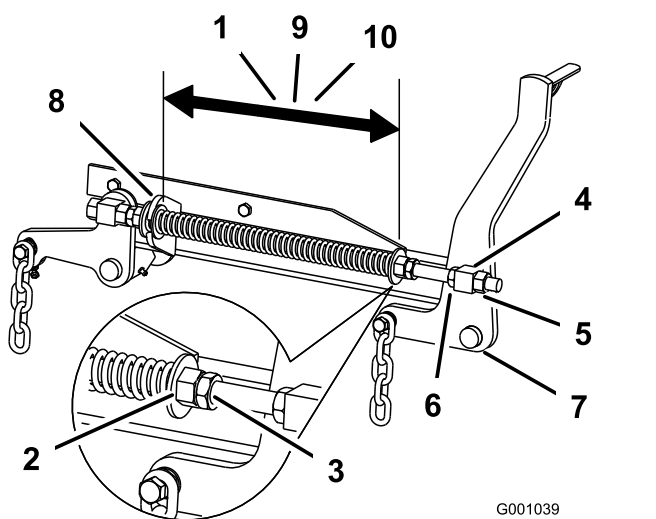

Figure 85
- Vérifiez que les deux grandes rondelles sont espacées de 28,2 cm ($11\frac{1}{8}$ po) pour les tabliers de coupe de 132 cm (52 po), et de 26,7 cm ($10\frac{1}{2}$ po) pour les tabliers de coupe de 152 cm (60 po), ou de 29,2 cm ($11\frac{1}{2}$ po) pour les tabliers de coupe de 183 cm (72 po) (Figure 85).
- Réglez cette distance en desserrant l'écrou de blocage du ressort et en tournant l'écrou devant chaque ressort (Figure 85). Tournez l'écrou dans le sens horaire pour raccourcir le ressort, et dans le sens inverse pour l'allonger.
- Bloquez l'écrou en position en serrant l'écrou de blocage du ressort (Figure 85).